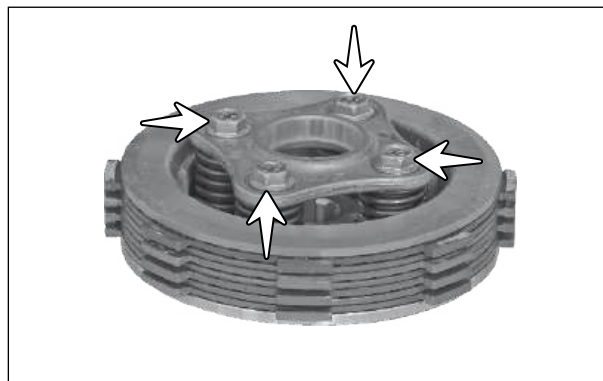

Fig. 3.14
- Remova os parafusos M6x20 (setas) de fixação da placa de acionamento da embreagem e remova a placa de acionamento. (Fig. 3.14)